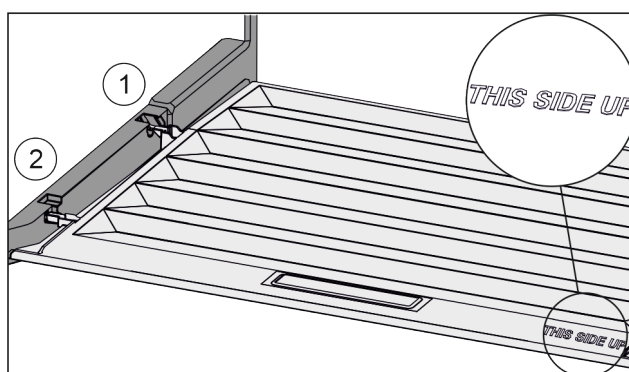

Fig. 99
- Inserire le nervature del coperchio attraverso l'apertura del supporto posteriore Fig. 99 (1) e innestare anteriormente nel supporto Fig. 99 (2).